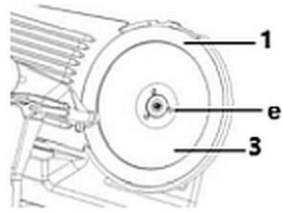

Fig. 13
4. Per estrarre la lama (1) svitare le 3 viti di arresto (e) servendosi di un cacciavite adeguato (fig. 13).
5. Staccare con cautela la lama (1).
6. Pulire il coprilama (3) e la lama (1) con dell'acqua calda e del detersivo neutro. Utilizzare una spugnetta, la spazzola per la pulizia fornita in dotazione o un panno morbido. Sciacquare con l'acqua pulita.